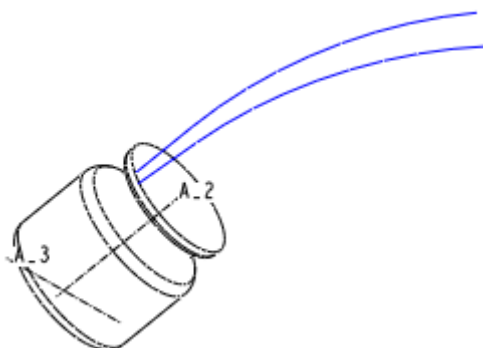

图 40-9
(3) 选择基准轴线 A\_3 为旋转参照，单击 ，完成曲线的旋转移动，如图 40-9 所示。